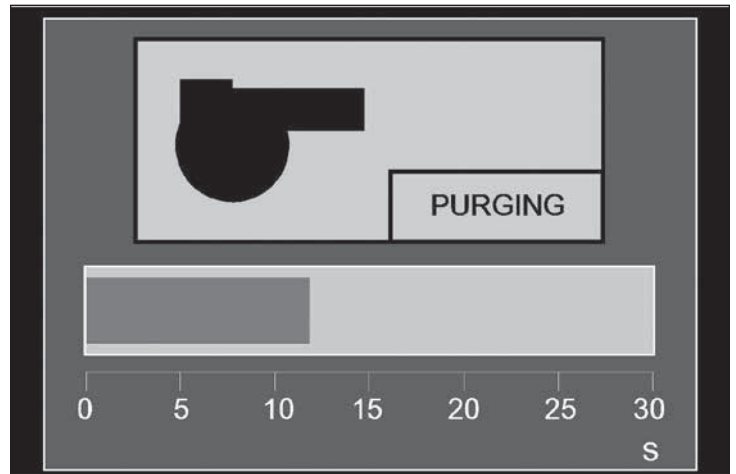

Figure 25
- Purge – Toute vapeur ou fumée présente dans la chambre à combustion se retire. Voir la Figure 25.